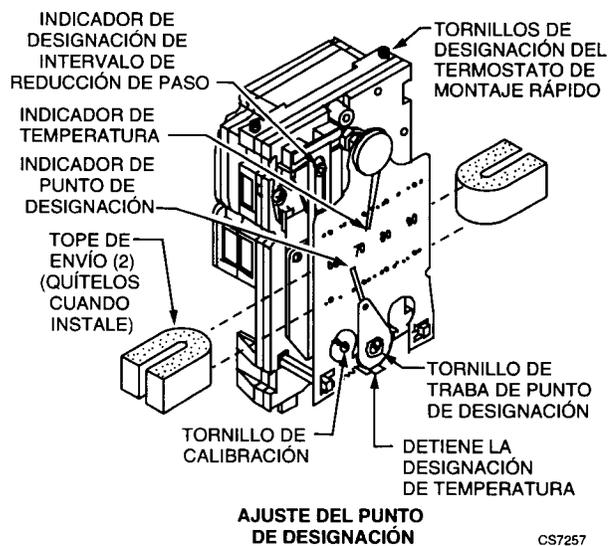

Fig. 6. Termostato Series TP970 con la cubierta quitada.
- 7 Quite los topes de envío (Fig. 6).